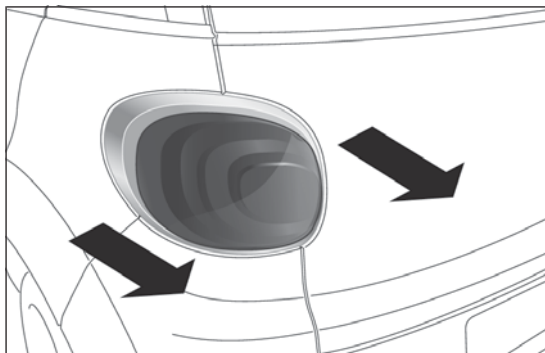

fig. 185
- ☐ retirar el grupo óptico extrayéndolo con las dos manos en el sentido que indican las flechas fig. 185;